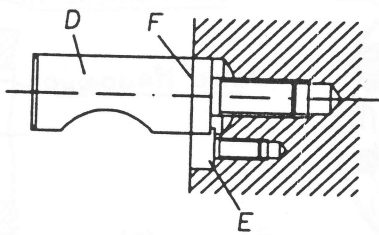

FIG. 2
Inserire tutti i perni nella flangia posteriore del mandrino autocentrante fino a che la linea di riferimento (F) sia a filo della flangia medesima (Fig.2) e le cave semicircolari siano allineate con i fori del mandrino principale. Montare le viti di fermo (E) entro ciascun perno (D) e bloccarle. Assicurarsi che le due facce a contatto (flangia e albero) siano ben pulite e prive di impurità.